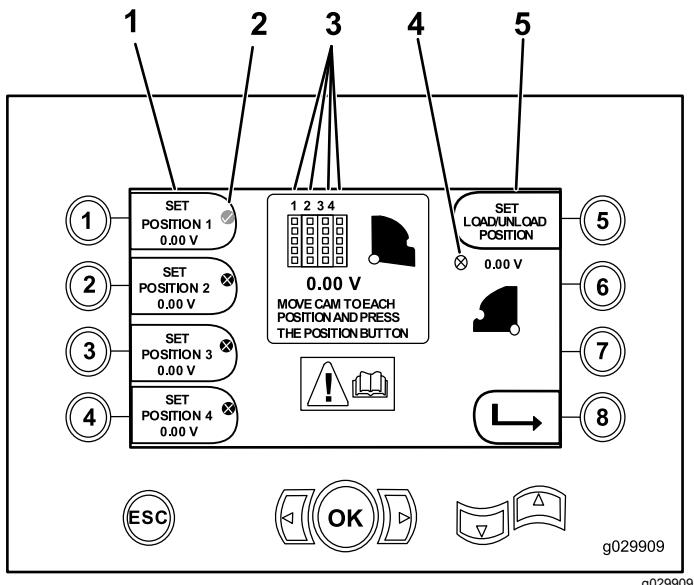

Figura 18
- Botón 1 – Fijar la posición 1 (Figura 18)
- Botón 2 – Fijar la posición 2 (Figura 18)
- Botón 3 – Fijar la posición 3 (Figura 18)
- Botón 4 – Fijar la posición 4 (Figura 18)
Para fijar la posición de carga o descarga, pulse el botón 5 (Figura 18).